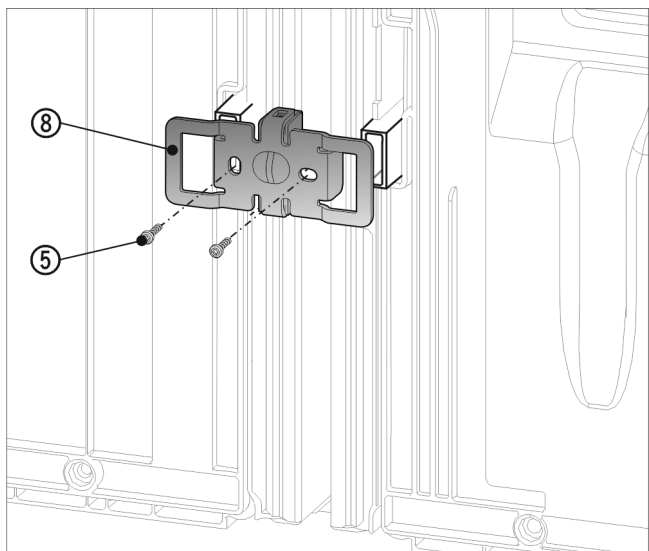

Fig. 23
- Pousser l'équerre Fig. 23 (8) avec les cavités sur le logement des supports d'espacement muraux.
- Visser fermement avec 2 vis Fig. 23 (5).